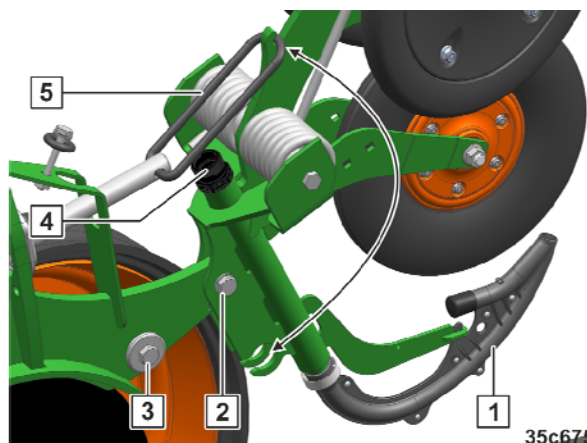

Рис. 315
6. Ослабьте и снимите трубу (Рис. 315/4).
7. Ослабьте винт (Рис. 315/2).
8. Ослабьте винт (Рис. 315/3).
9. Поверните задний узел сошника в сервисное положение и зафиксируйте его скобой (Рис. 315/5).
10. Труба (Рис. 315/1) выведена из формирователя борозды.